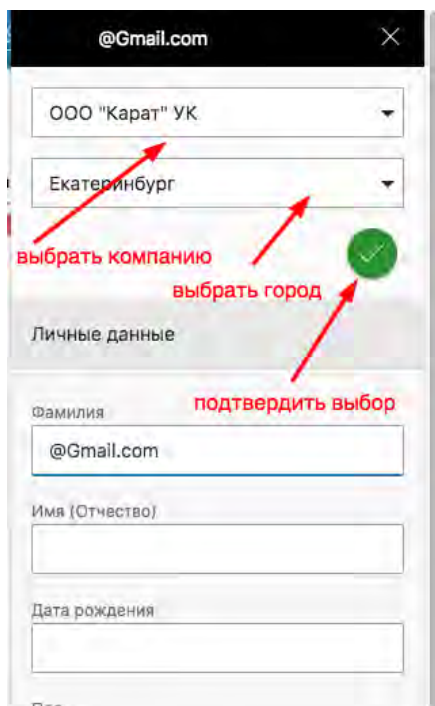

Рис. 3.3.3. Профиль Пользователя (фрагмент). Управление режимом работы
- открывшемся экране управления профилем Пользователя (см. рис. 3.3.3) из доступного Вам перечня выберите компанию или город;